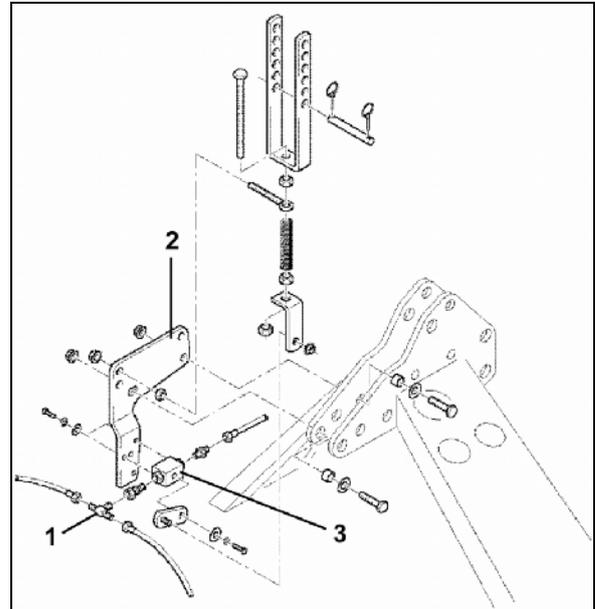

Fig. 45
4. Hydraulikschlauch am T-Anschlussstück (Fig. 45/1) auseinander schrauben.
5. Ventilhalter (Fig. 45/2) am oberen Anlenkpunkt der Bodenbearbeitungsmaschine anschrauben.
6. Hydraulikschläuche am Ventil (Fig. 45/3) anschrauben, den Hydraulikschlauch zum Traktor verlegen und an ein einfach wirkendes Steuerventil anschließen.